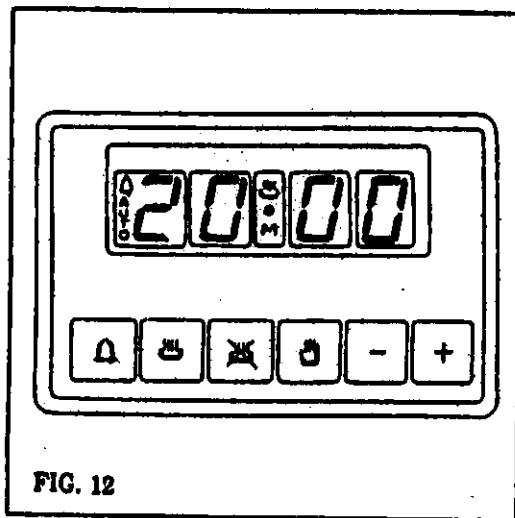

FIG. 12
- Horloge de 24 h. avec affichage lumineux (Fig. 12)